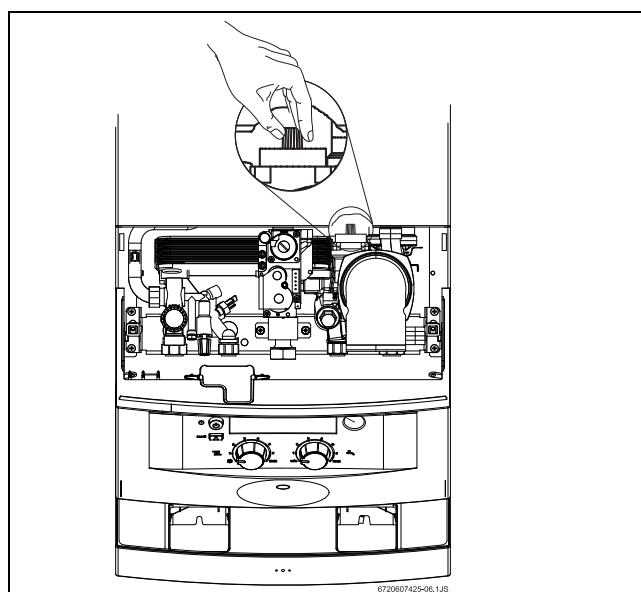

Fig. 16 Purgador automático
- Para evacuar el aire del aparato empleando el purgador automático que incorpora, abrir el tapón del mismo (Fig. 16).